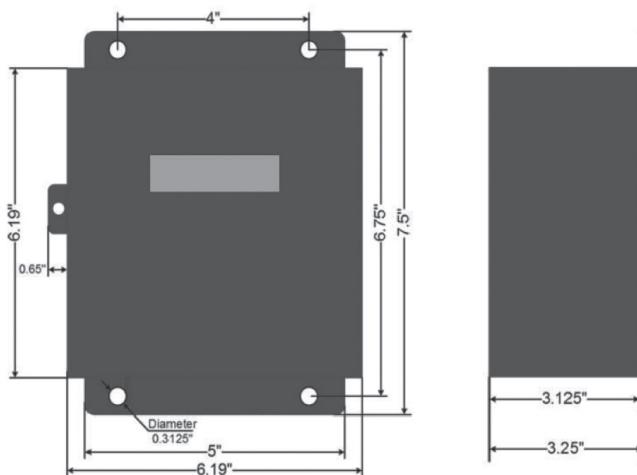

Figure 1 - Dimensions des boîtiers en acier
| Figure 1 : Dimensions des boîtiers en acier | 27 |
1. en acier reconnu par le Joint Industrial Council (JIC) pour les installations intérieures (figure 1);